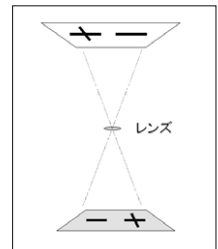

図2
(2)自分で描いた絵に光を当てると、絵のないところの静電気が消えてしまうので、絵と同じ形の静電気(まだ、見えません)の絵(－)だけが感光紙に残ります。これを『ろくわう露光』といいます。(図2)